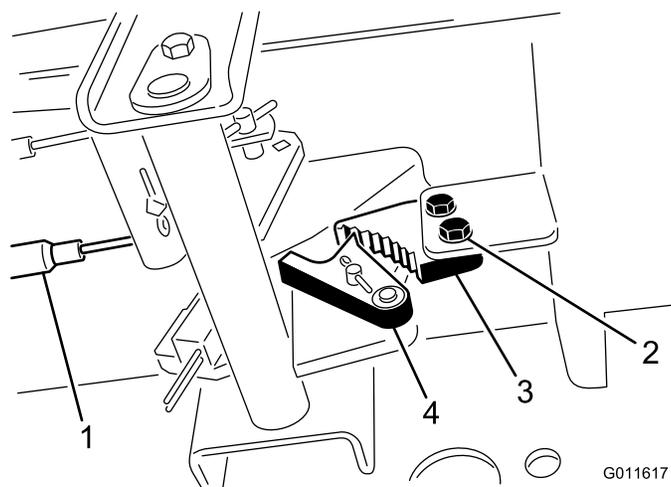

Figura 75
1. Allentate le due viti che fissano il nottolino del freno di stazionamento al telaio (Figura 75).
2. Premete in avanti il pedale del freno di stazionamento finché il fermo non s'innesta completamente nel nottolino del freno (Figura 75).